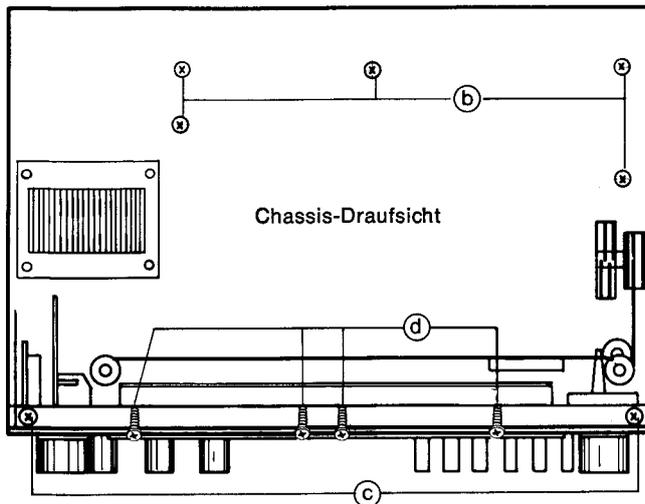

Abb. 3
1. Vier Schrauben (d) unterhalb der Skala herausdrehen (Abb. 3)